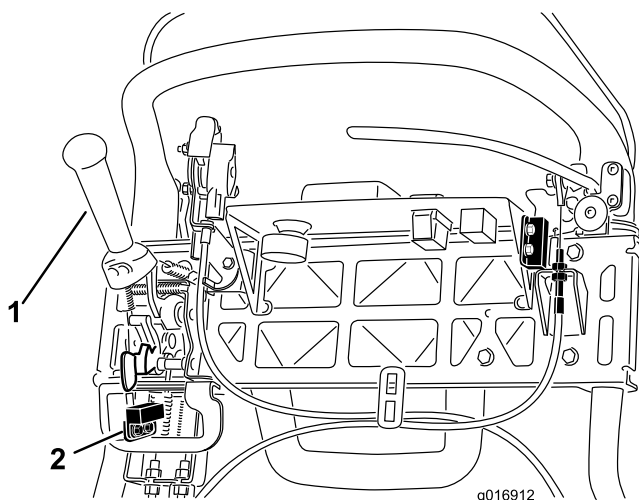

Рисунок 38
4. Выверните крепежные детали блокировочного выключателя (Рисунок 38).
5. Поставьте регулировочную прокладку толщиной 1,6 мм между рычагом тяги и блокировочным выключателем (Рисунок 38).